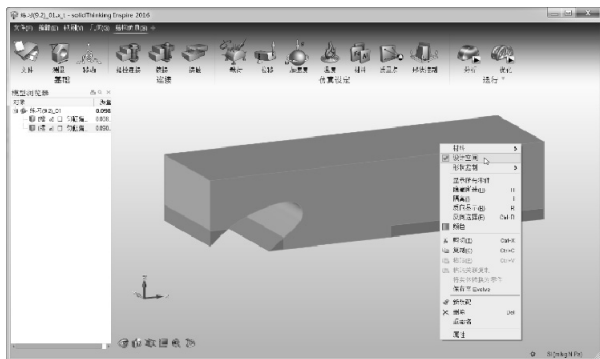

图 9-10 定义设计空间
7) 选中开瓶器中间最大的一块实体, 单击鼠标右键, 在弹出的快捷菜单中勾选“设计空间”复选框, 如图 9-10 所示。设置后这块实体颜色呈现暗红色。